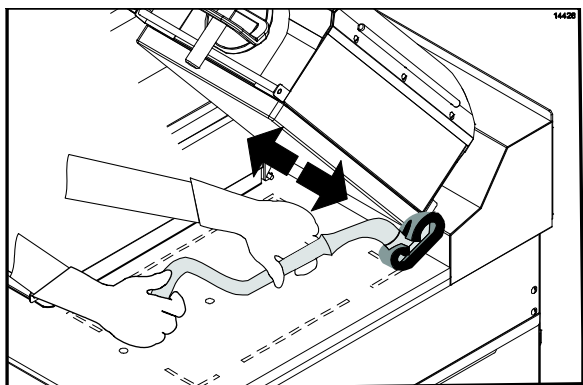

Figura 51
18. Aplique a solução de limpeza do grill no lado posterior dos platen, da direita para a esquerda. (Veja a Figura 51.)